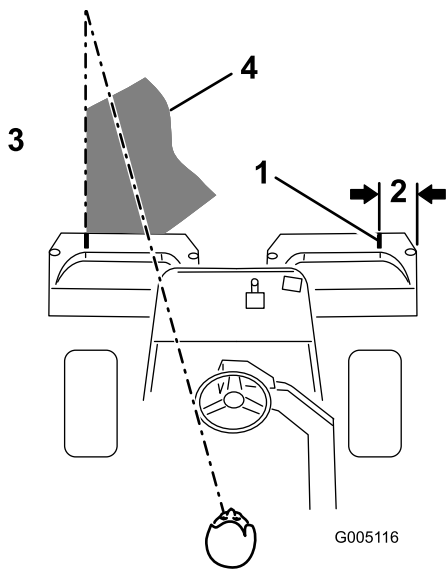

Figure 24
**Remarque:** Pour vous aider à traverser le green en ligne droite et à maintenir la machine à égale distance du bord de la passe précédente, établissez une ligne de vision imaginaire à environ 1,8 à 3 m en avant de la machine jusqu'au bord de la partie non coupée du green (Figure 24). Certaines personnes trouvent utile de faire passer la ligne de vision par le bord extérieur du volant, c.-à-d. de maintenir le bord du volant aligné sur un point se trouvant toujours à la même distance par rapport à l'avant de la machine.